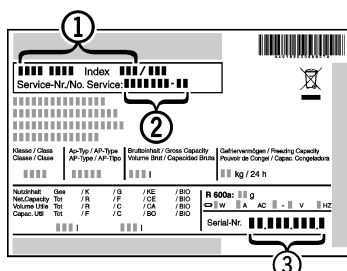

Fig. 15
- ▶ Označení přístroje *Fig. 15 (1)*, servisní číslo *Fig. 15 (2)* a sériové číslo *Fig. 15 (3)* naleznete na typovém štítku. Identifikační typový štítek je umístěn na levé vnitřní stěně přístroje.
- ▶ Informujte zákaznický servis a sdělte poruchu, označení přístroje *Fig. 15 (1)*, servisní číslo *Fig. 15 (2)* a sériové číslo *Fig. 15 (3)*.